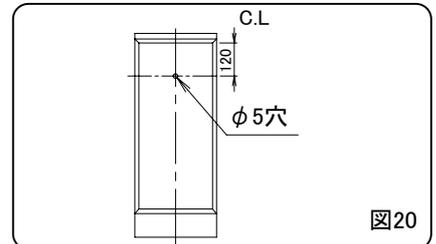

図20
- 2) 下台キャビネットの後板の所定位置に壁面取付け用の下穴(φ5穴)を加工してください。(図20)